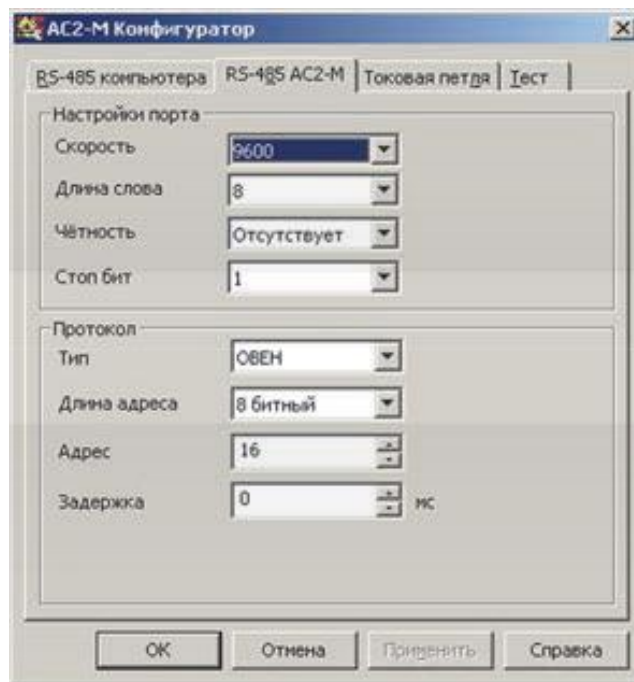

Рисунок 6. Конфигуратор AC2-M.
3. Вкладка «RS-485 AC2-M» (рис. 6) служит для задания значений сетевых параметров прибора для функционирования в конкретной сети. Сетевые параметры сохраняются в энергонезависимой памяти прибора.